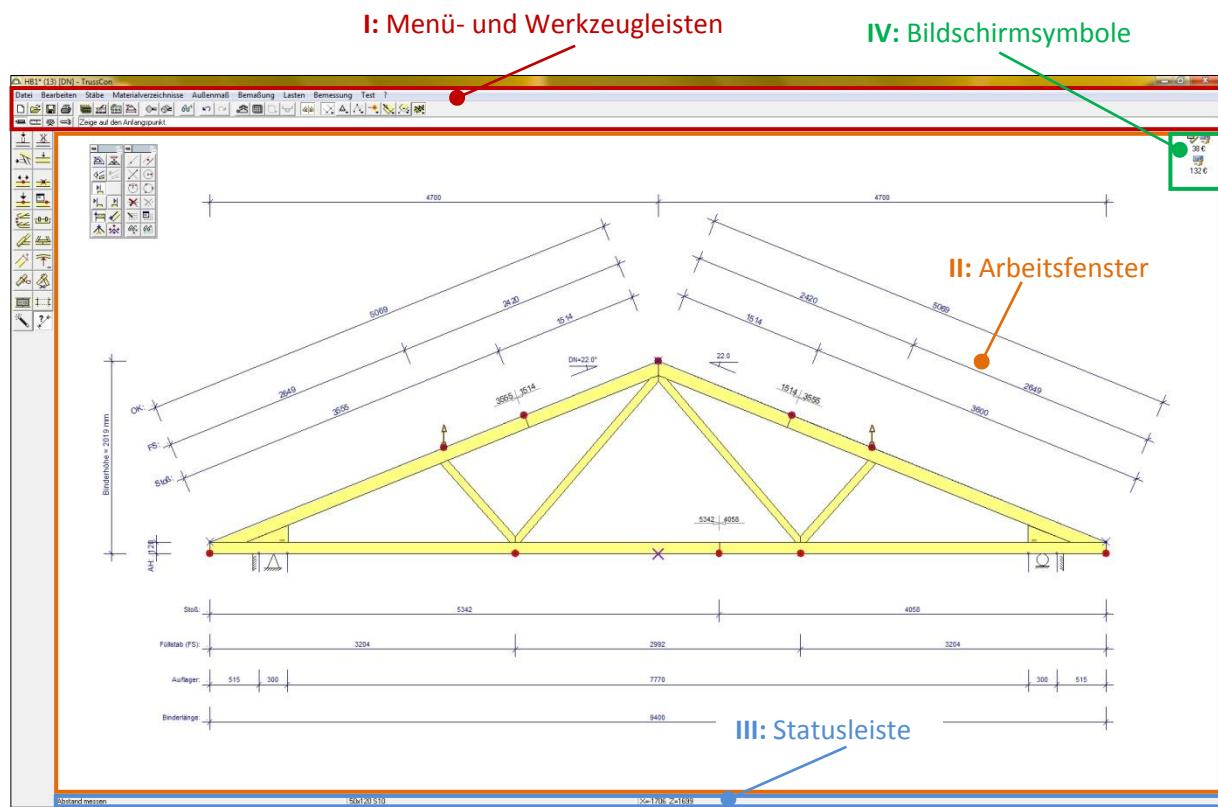
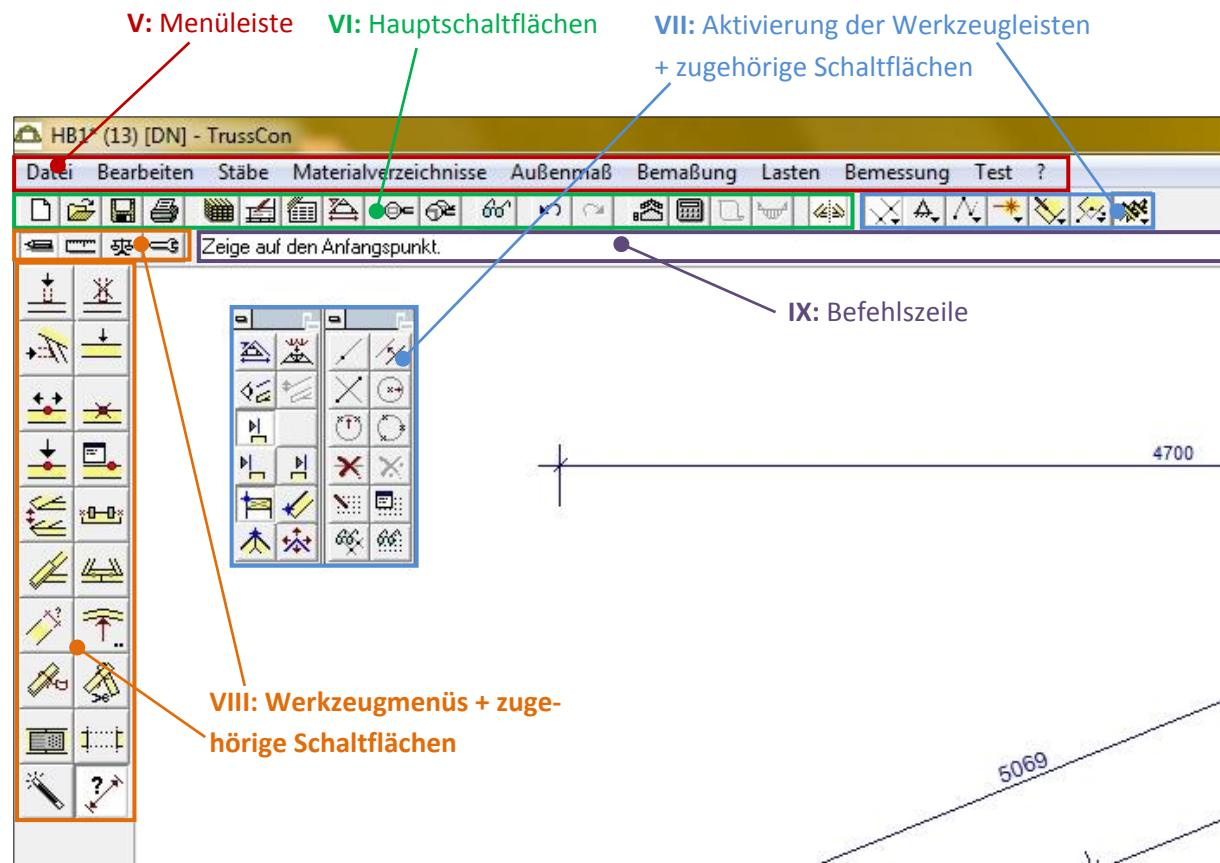

Abb. B 1
Abb. B 2
In Abb. B 1 sind die **Menü- und Werkzeugeleisten** (I) zusammengefasst dargestellt. Diese sind in Abb. B 2 detaillierter abgebildet und werden weiter unten näher erklärt. Im **Arbeitsfenster** (II) ist der gewählte Binder zu sehen. Dieser kann mit Hilfe der Funktionen über die einzelnen Schaltflächen oder über das Kontextmenü (rechte Maustaste) angepasst werden.
Die **Werkzeugeleisten (VII)** für *Hilfslinien*, *Auflager*, *Zeichenfunktionen*, *Laser*, *Stiftmark*, *Reduzierung* sowie *RoofCon* können über diese Schaltflächen aktiviert bzw. deaktiviert werden. Die Möglichkeit des An- und Ausschalten dieser Werkzeugeleisten wird durch ▼ unten rechts auf der Schaltfläche symbolisiert. In der Abb. B 2 sind die Werkzeugeleisten *RoofCon* sowie *Hilfslinien* aktiviert. Diese Werkzeugeleisten können beliebig positioniert und angeordnet werden. Im Gegensatz zu den **Werkzeugmenüs (VIII)** besteht die Möglichkeit, dass alle **Werkzeugeleisten (VII)** angeschaltet sind.